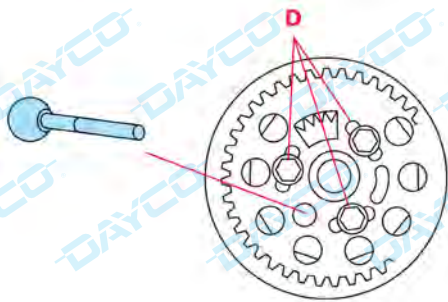

Fig. 2
- Compruebe que el árbol de levas esté bloqueado con su específico utensilio N.3359 (Fig. 2).
- Compruebe que se pueda volver a introducir en el piñón del árbol de levas el específico utensilio N.3359 (Fig. 2).